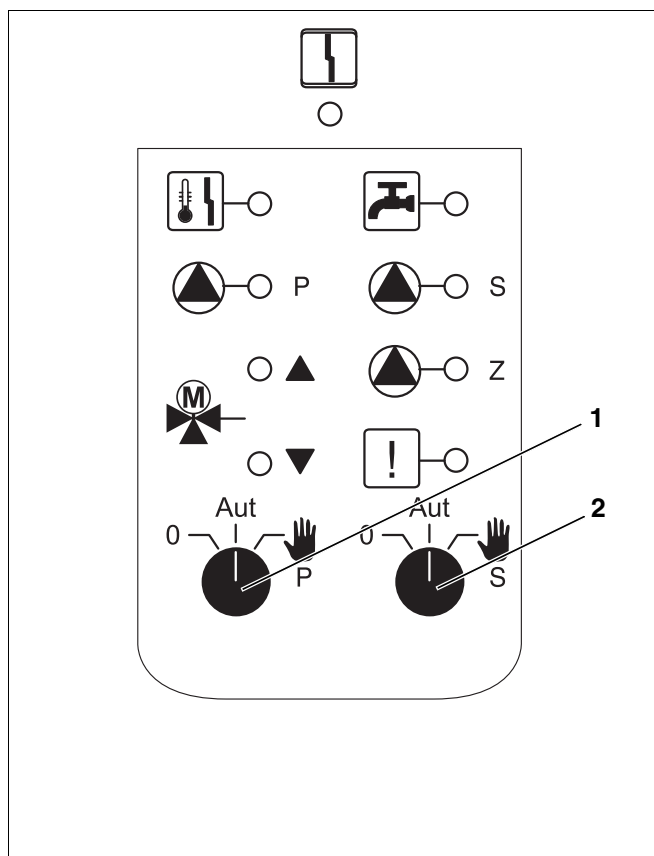

Рис. 5 Модуль FM 445
- Для первичного контура (Рис. 5, поз.1) перевести переключатель
- Для вторичного контура (Рис. 5, поз.2) перевести переключатель